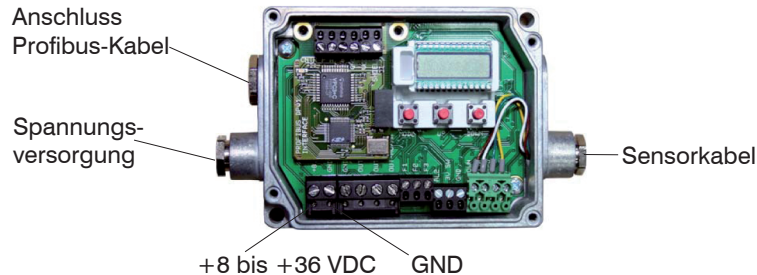

Abb. 21 Inbetriebnahme Profibus
- Öffnen Sie den Controller und schließen Sie die Versorgungsspannung an, siehe Abb. 21.